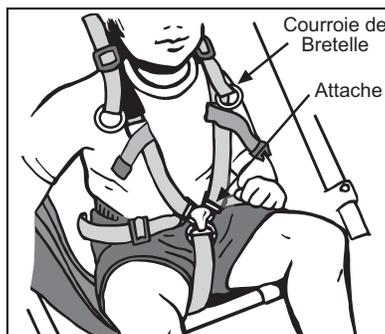

Fig. 16 Placez les courroies par dessus les épaules et bouclez les attache
**10. SECURITE DU SIEGE LE HARNAIS:** Mettez le frein de stationnement avant d'installer votre enfant dans la poussette. Pour attacher votre enfant en toute sécurité, passez une courroie (grise ou noire) par dessus chacune des épaules de votre enfant et introduisez l'attache de sécurité male dans l'attache femelle qui se trouve sur la sangle d'entre-jambes (Fig. 16). Les courroies devront être réglées de telle façon qu'elles soient confortables